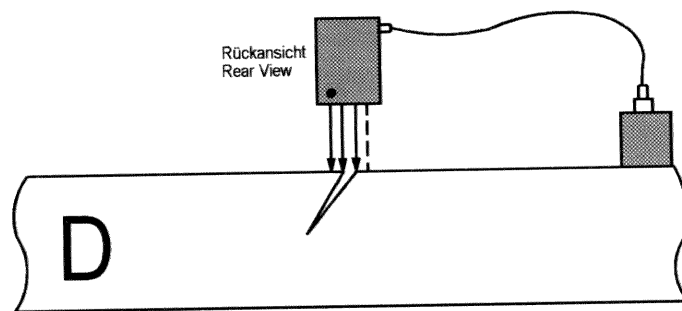

Fig. 12: セットアップ D : 2 回目の割れ測定
- Fig.12(セットアップ D)の如く配置します。その時、割れはプローブの電圧測定ピンの内側になるようにします。この時も、電流印加ピン（赤点付き）は外設磁極付き電極の反対側になるように配置します。